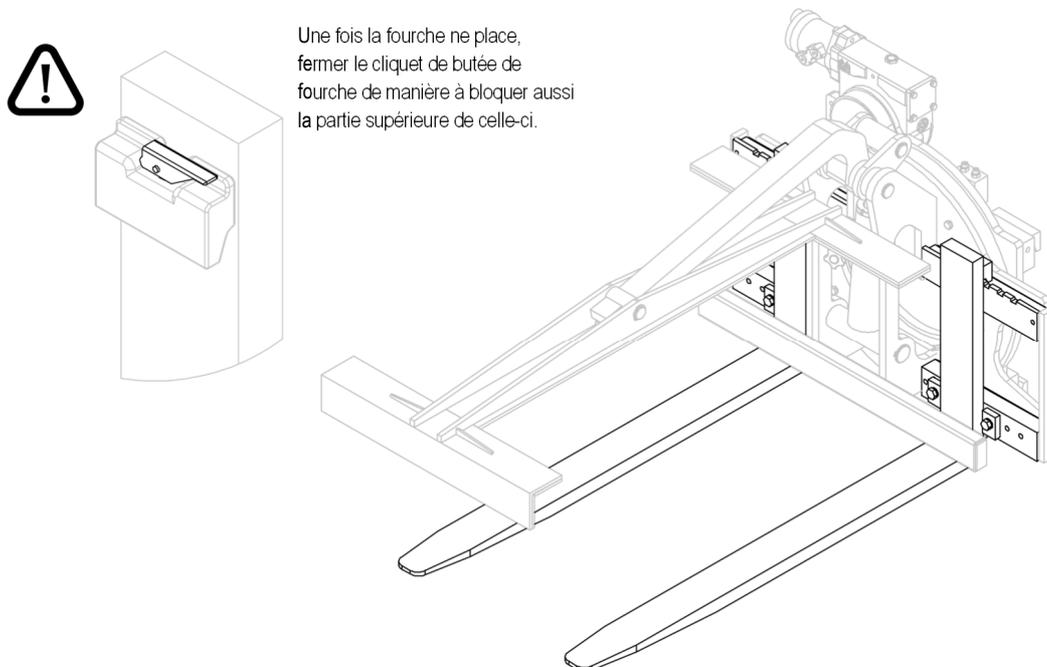

Figure 12
2. Revisser les butées de fourche (voir Figure 12).